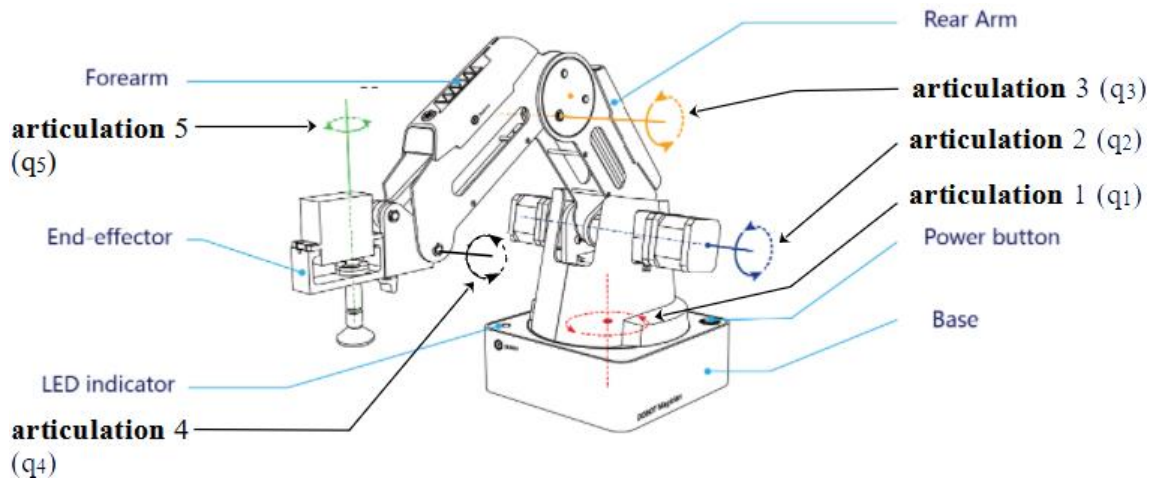

Figure 1 : Description du bras du robot muni d'une ventouse.
La valeur (non contrôlée) $\theta_4(t)$ de l'articulation 4 est telle que le support de fixation des outils du robot est toujours positionné à l'horizontal (comme illustré dans les Figures 1, 2 et 3), soit :
- **Mise en route du robot :** positionner le bras et l'avant-bras du robot de manière à obtenir un angle égal à environ 45° entre eux, puis appuyer sur le bouton '**power**' situé sur la base du robot. Après environ 7 sec, un « beep » est émis et la LED, située sur la base (voir la Figure 1), passe du jaune au vert signalant que le bras est opérationnel.